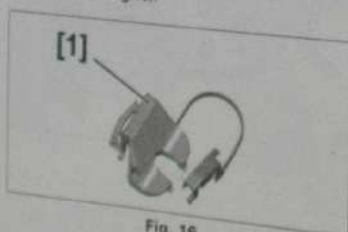

Fig. 16
- [1]. Outil de positionnement du levier de vitesses (réf : 0346.AA) (Fig.16).